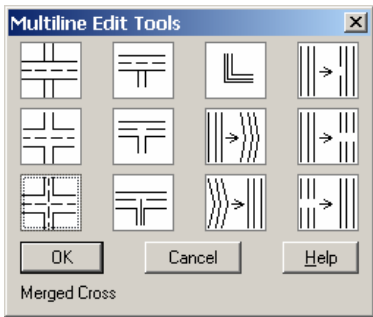

图 9.10 Multiline Edit Tools（多义线编辑工具）对话框
(7) 选择【Modify】|【Object】|【Multiline】命令, 弹出如图 9.10 所示的 Multiline Edit Tools (多义线编辑工具) 对话框。在对话框中选中一种相交过渡模式, 再选中要编辑的复合线的交点, 它就会自动生成相应的相交形式。